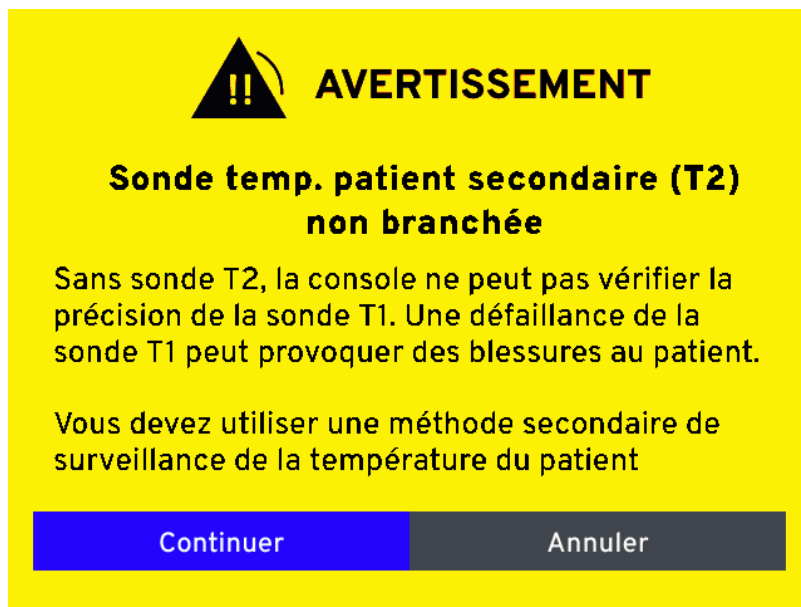

Figure 4.20. Avertissement – Sonde temp. patient secondaire (T2) non branchée
3. Si elle détecte l'absence de la sonde de température patient T2, la console demandera à l'utilisateur de vérifier si cette omission est intentionnelle. Voir la Figure 4.20.
Si une sonde de température patient T2 est débranchée en mode Veille, la console suppose que ce débranchement est intentionnel et ne déclenche aucune alerte. Lorsque la console passe en mode Marche en l'absence d'une sonde de température patient T2, la Figure 4.20, "« Avertissement – Sonde temp. patient secondaire (T2) non branchée », à la page 45 s'affiche.